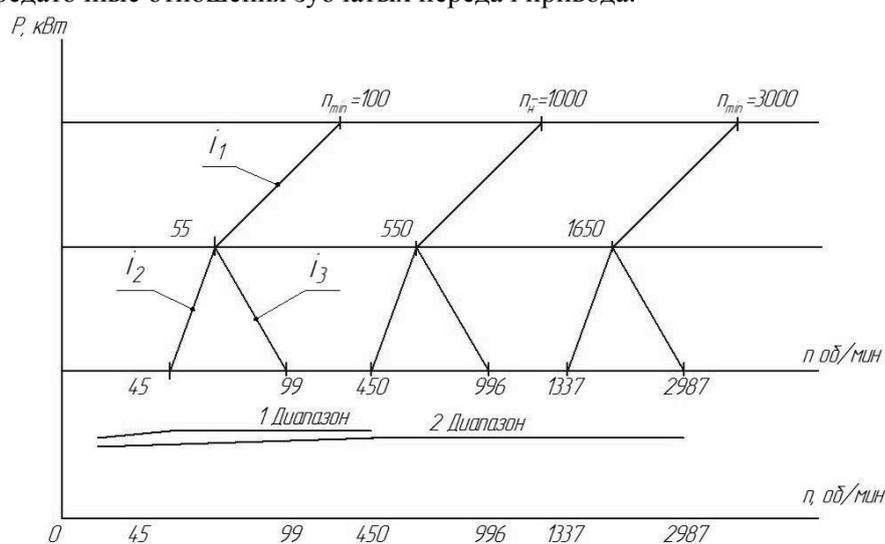

Рис.1. График мощностей.
1. Построим график частот вращения (рис.1). Построение графика начинаем с нижних частот вращения – с 1-го диапазона. При кинематическом расчёте используем следующие выражение: